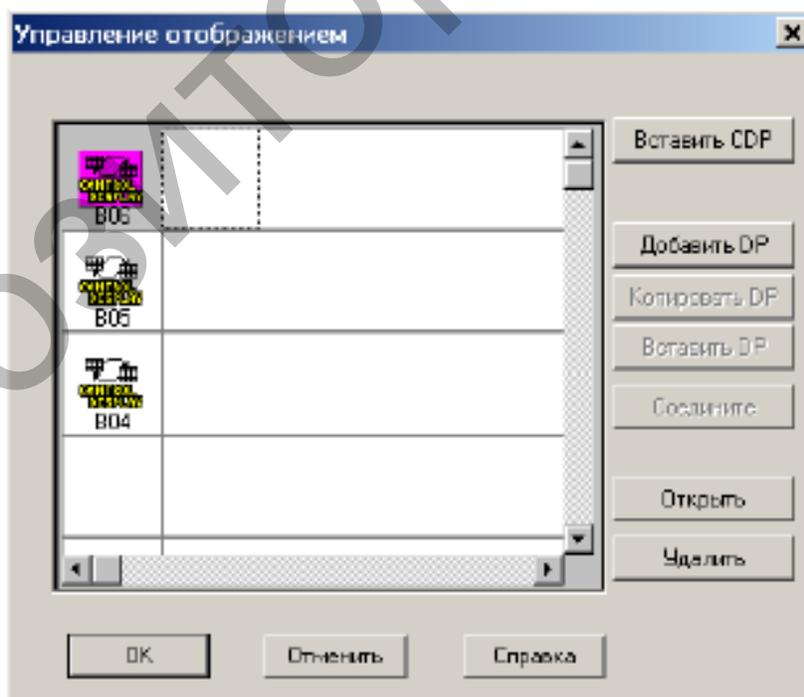

Рисунок 6.18 – Окно управление отображением
3) Выберите значок “CDP (функция управления отображением)”, чтобы добавить DP (функциональный блок отображения) для каждого пользовательского экрана (рисунок 6.18).